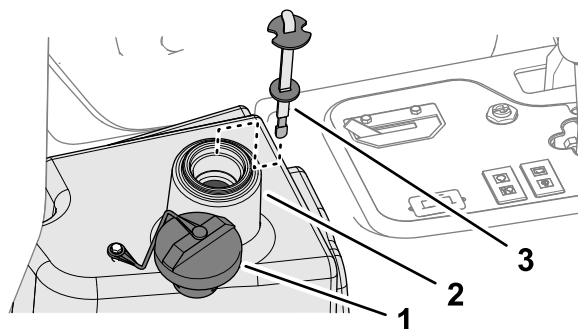

Figura 87
2. Pulite attorno al collo del bocchettone e del tappo del serbatoio del fluido idraulico (Figura 87) e rimuovete il tappo.